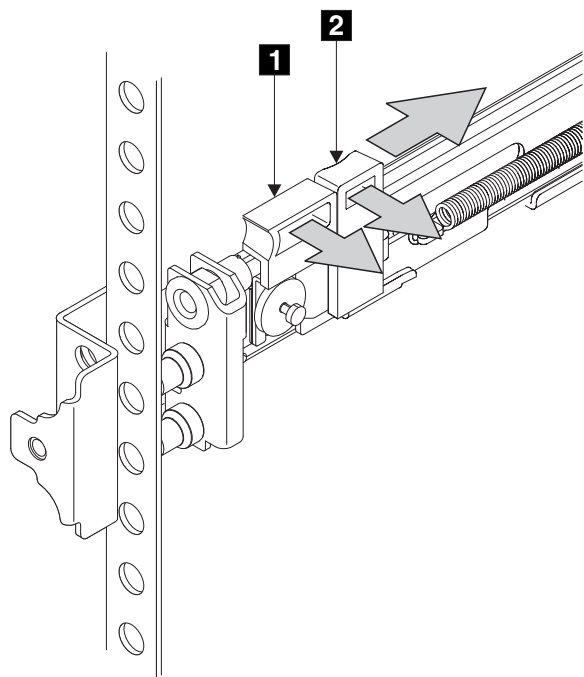

図 47. SAN ボリューム・コントローラー用左方サポート・レール
2. 図 47 に示すように、左手の人さし指をラッチ・レバー **2** の後端に置き、左手の親指をラッチ・ロック **1** の前端に置きます。